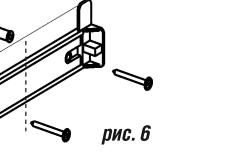

рис. 6
• приложите кронштейн к стене, как показано на рис. 6;